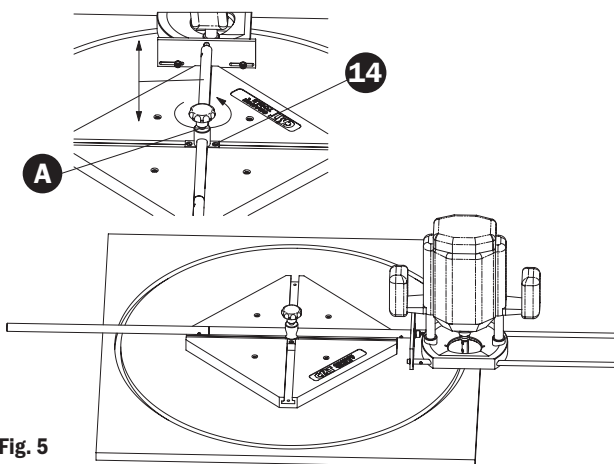

Fig. 5
(Fig.5) Inserire lo scorrevole completo (A) all'interno della scanalatura della struttura in plastica (1), muoverlo verso il centro della struttura in plastica (1) dove le scanalature si intersecano e fissarlo alla struttura (1) tramite le viti M4x25 svasate (14).